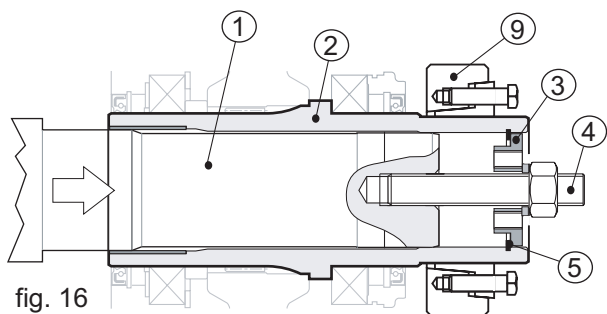

fig. 16
Quindi inserire nelle loro sede prima il seeger per interni (pos. 5), poi il fondello (pos. 3), a questo punto avvitando il dado della barra filettata si portano i due alberi a battuta tra di loro (vedi fig. 16).